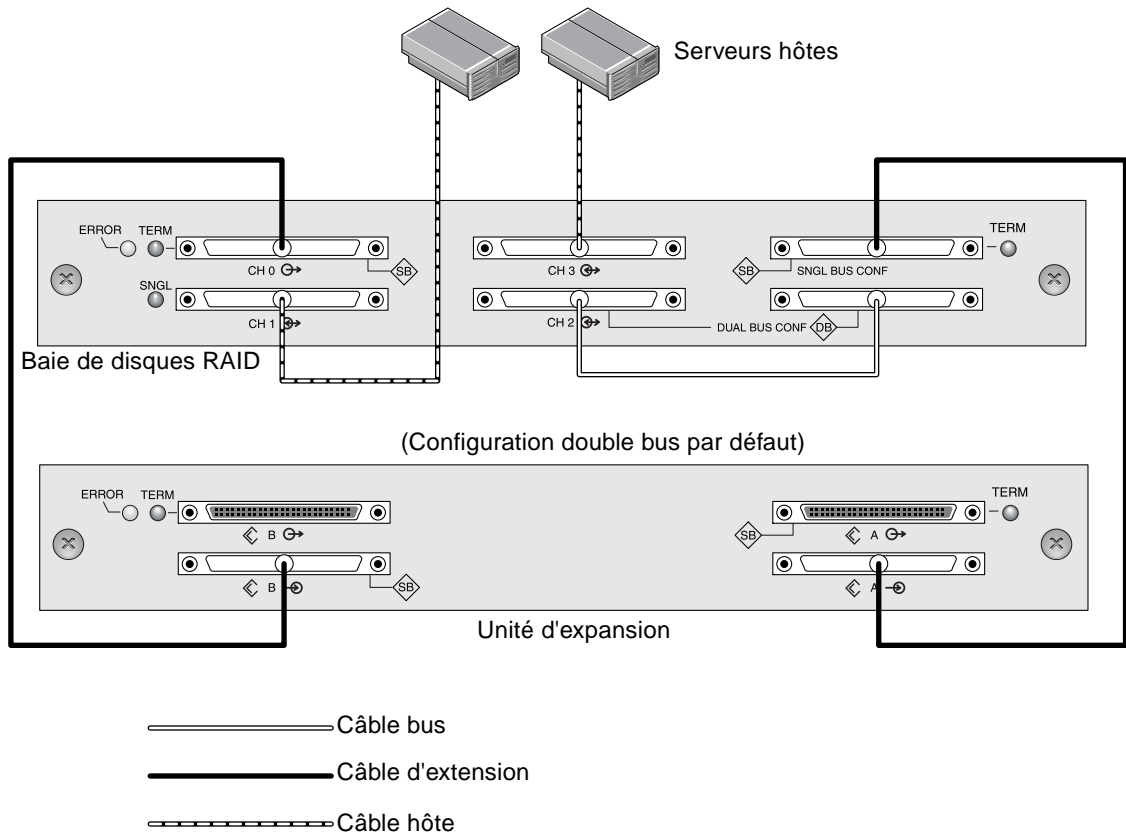

FIGURE 4-21 Configuration double bus avec une baie de disques RAID et une unité d'expansion
Dans la FIGURE 4-21, les canaux RAID 0 et 2 sont étendus dans l'unité d'expansion, en une configuration double bus sur la baie de disques RAID et conservés par défaut pour l'unité d'expansion.
3. D'après la configuration illustrée à la FIGURE 4-21, les identificateurs des lecteurs par défaut pour une configuration double bus sont illustrés dans les figures suivantes.